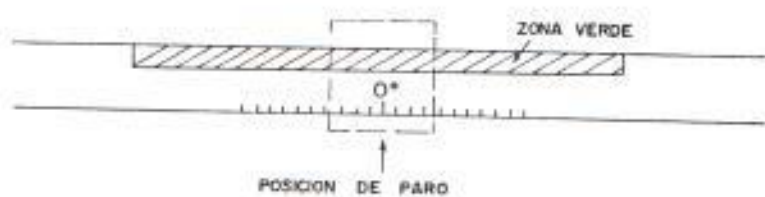

FIG. 22 TRANSPORTADOR
-Verificar para certificarse que la posición de paro (línea roja) está dentro de la zona verde. Fig. 22.